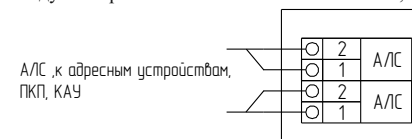

Рисунок 4
6.7 Для установки извещателя необходимо отсоединить корпус от основания, нажав отверткой на замки внизу корпуса (Рисунок 4 а). Кнопка извещателя при этом должна быть в ненажатом положении.
6.9 Подключить провода АЛС к клеммной колодке (см. рисунок 4). Номинальное сечение проводов АЛС от 0,35 до 1,5 мм².